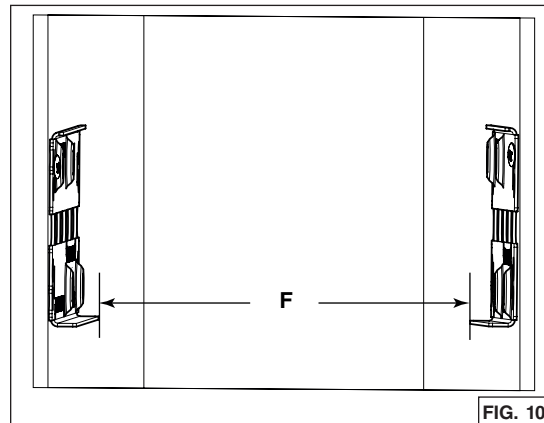

FIG. 10
7. Mesurer la distance entre les rebords du bas des deux supports (F) (FIG. 10). Le tableau ci-dessous indique les distances apprôchées nécessaires :